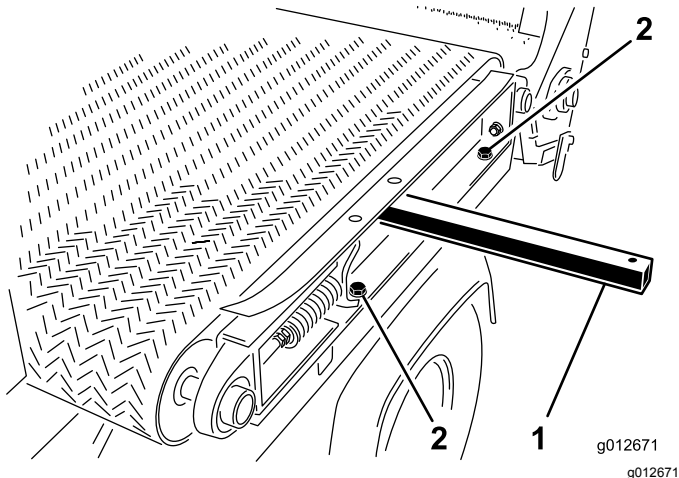

Figura 30
1. A la izquierda de la máquina, monte el travesaño del bastidor deslizante en el guardabarros izquierdo (Figura 30) con los 2 tornillos y las 2 arandelas que retiró en Desmontaje de la plataforma deslizante (página 24) y apriete los tornillos.